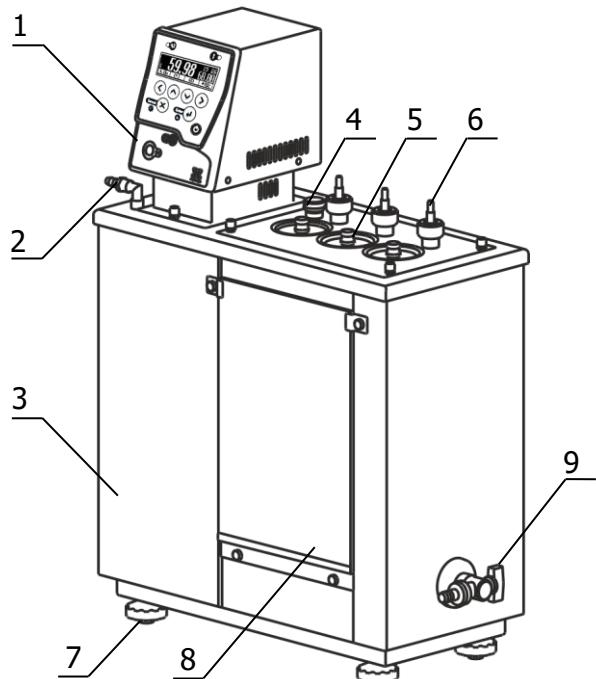
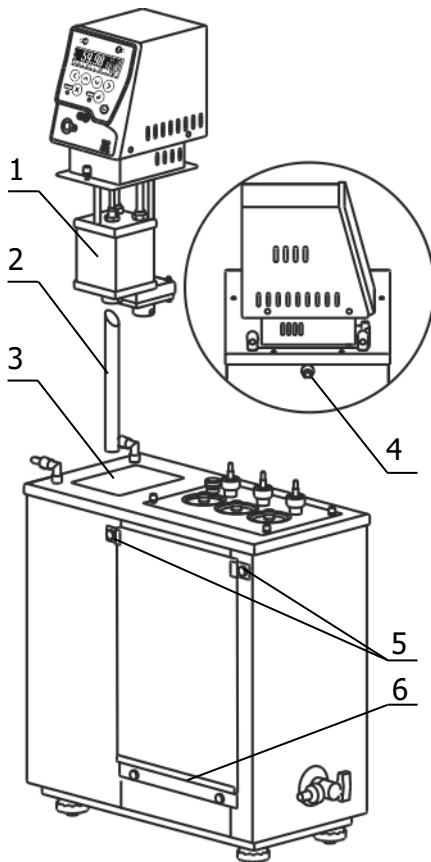

Рисунок 1 — Внешний вид термостата
Рисунок 3 — Установка блока регулирования
2.2.2 Установить ванну термостата на горизонтальную поверхность. Добиться горизонтального положения крышки ванны вращением ножек 7 (рисунок 1).
2.2.3 Вставить выходную трубку 2 (рисунок 3) косым срезом до упора в резервуар 1 блока регулирования и зафиксировать ее винтом.
2.2.5 К переливному штуцеру 4 (рисунок 3) присоединить гибкий шланг, второй конец которого опустить в емкость для сбора излишков теплоносителя объемом 1.5–2 литра.
2.2.6 Защитное стекло 8 (рисунок 1), из комплекта поставки термостатов модели ВИС-Т-09, установить в паз нижней прижимной планки 6 (рисунок 3). Ослабить винтовые фиксаторы 5 верхних прижимных планок, отрегулировать положение стекла и затянуть винтовые фиксаторы.
2.2.7 Заполнить ванну термостата теплоносителем через одно из отверстий рабочих мест до момента начала слива теплоносителя из штуцера 4 (рисунок 3). Температурный диапазон применения теплоносителя должен соответствовать значениям, указанным в 1.2.6.
2.2.8 При первом запуске термостата необходимо включить блок регулирования в режиме прокачки в соответствии с документом ТКЛШ 3.222.009-03 РЭ «Блоки регулирования температуры погружные циркуляционные М03, М03М серии МАСТЕР». При работе циркуляционного насоса теплоноситель переливается из рабочей ванны в дополнительную и его уровень в дополнительной ванне понижается. Доливать теплоноситель следует до тех пор, пока он не начнет переливаться через штуцер 4 (рисунок 3).
Причина отсутствия перелива — неправильная работа насоса, вызванная воздушной пробкой, образовавшейся в резервуаре 1 (рисунок 3). Для ее устранения необходимо:
теплообменника. В этом случае необходимо подключить термостат к водопроводной сети или специальному холодильному устройству при помощи шлангов, присоединенных к штуцерам встроенного теплообменника 2 (рисунок 1). Поток охлаждающей жидкости должен быть равномерным и, по возможности, небольшим. Дополнительное охлаждение не требуется, если температура теплоносителя выше температуры окружающей среды более чем на 25 °C.
- использовать крышки 5 (рисунок 1), ограничивающие доступ воздуха к поверхности теплоносителя при выходе термостата на установленную температуру и в промежутках между измерениями;
2.4.2 Надеть сливной шланг из комплекта поставки на кран 9 (рисунок 1) и закрепить его хомутом. Свободный конец шланга опустить в емкость для сбора теплоносителя объемом, превышающим объем термостата.